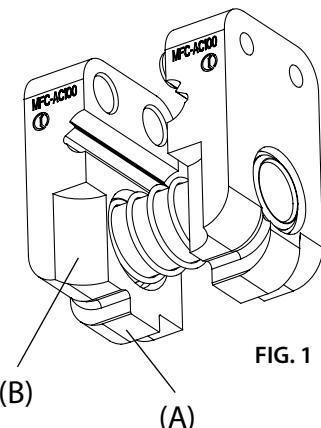

FIG. 1
- Den Sperrhebel (17) öffnen: Die Matrizen öffnen sich und der Leiter wird freigegeben.
2.5) Einführung der Matrizeneinheit (Siehe Bild 1 und 2)
- Der Bolzen (02) rausziehen und die Matrizeneinheit von oben in den Kopf einführen so das die Führung (A) in der Boden des Kopfes einrastet. Die Vertiefung (B) an der Vorderseite der Matrize muss auf das Schneidmesser gerichtet sein.
- Den Bolzen (02) vollständig bis zum Anschlag einführen.